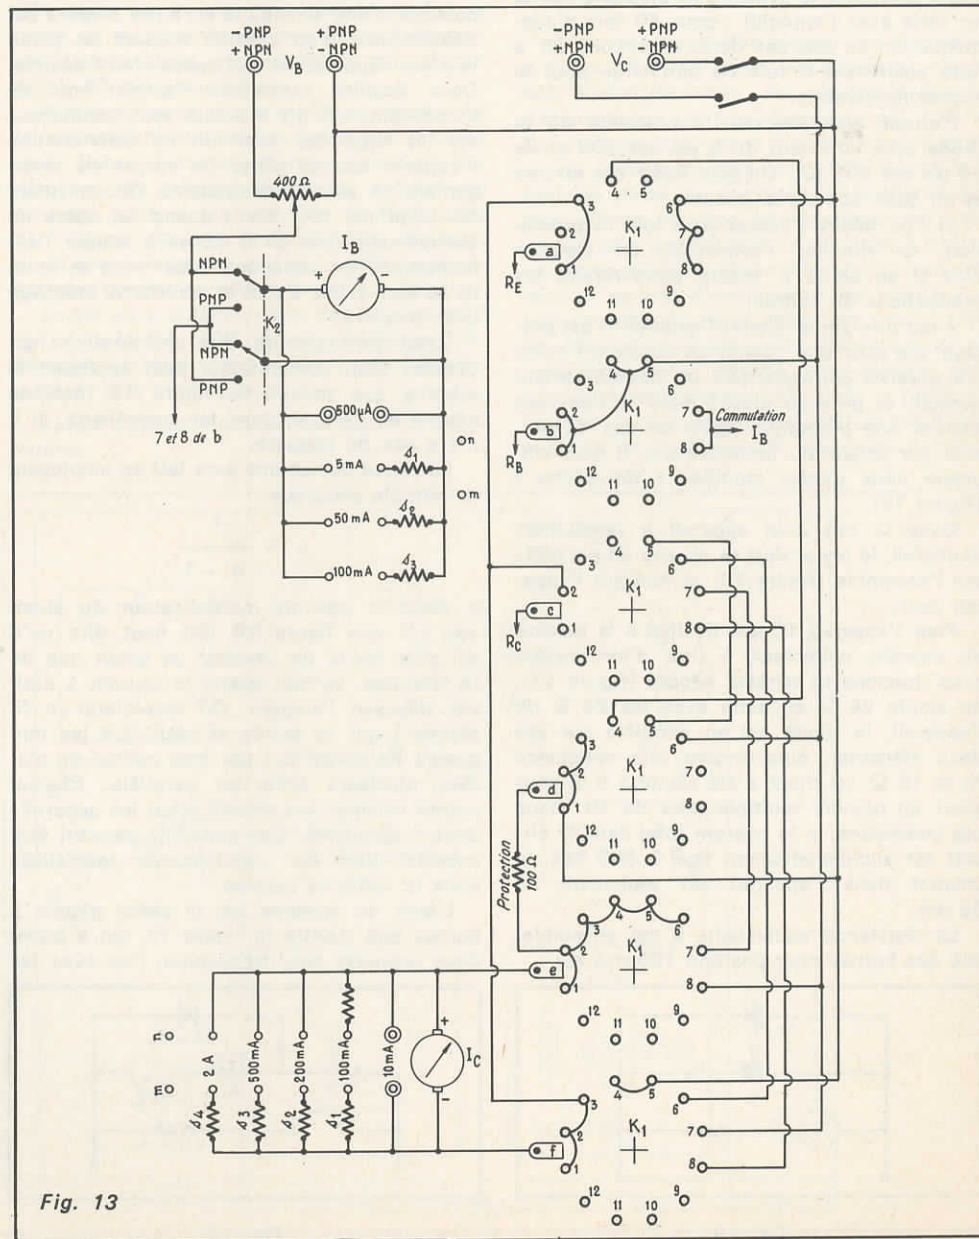
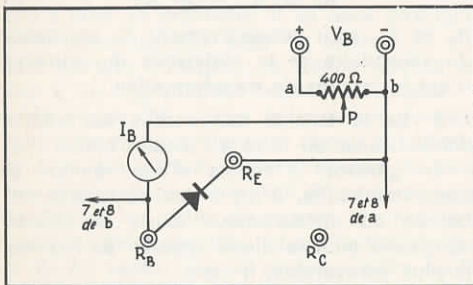

Fig. 13
Fig. 21
La face « connexion » est montrée à la figure 13, les composants étant vus par transparence (réelle ou supposée). Les deux figures 12 et 13 sont évidemment symétriques par rapport à un axe horizontal ZZ' que nous avons indiqué sur la figure 13, la figure 12 étant au-dessus de celle-ci.
- 4° préparer des points-relais PR1, PR2 et PR3 visibles sur figure 13 ;
Pour simplifier les commutations, on a tout simplement admis que l'on connecterait les arrivées d'alimentations dans la polarité exigée par le type de transistor à essayer. (Sur le schéma les douilles citées pour la face avant ne sont pas figurées, c'est une connexion directe) schéma général : figure 13.
Dégageons du schéma général donné figure 13 la figure 21 qui montre la disposition du circuit pour le relevé de la caractéristique directe d'une diode. Un élément  $1,4 \text{ V}$  est connecté en  $V_D$  le  $+$  au  $+$  ;  $K_1$  et  $K_2$  sont placés sur NPN (n° 8). Un contrôleur sur sensibilité  $3 \text{ V}$  est relié aux bornes  $R_E, R_B, R_C$ . Les fils de la diode sont enfilés dans les logements E et B d'un support de transistor ou serrés sous les bornes respectivement la cathode en  $R_E$  et l'anode en  $R_B$ .